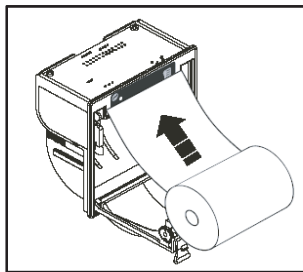

Fig. 37 : Installation d'un nouveau rouleau de papier
2. Placer le rouleau de papier à l'intérieur du logement dans la direction indiquée sur la Fig. 37.